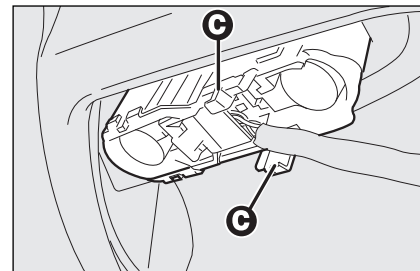

fig. 34
- zet het klepje omlaag, maak de borglippen **C-fig. 34** los en verwijder de lamphouder;
- plaats de lamphouder en maak de borglippen **C-fig. 34** op de juiste wijze vast;
- plaats het klepje omlaag, maak de borglippen **C-fig. 34** los en verwijder de lamphouder;